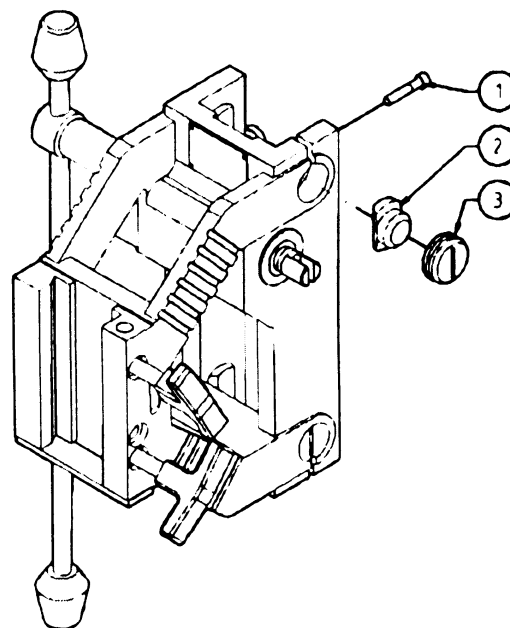

Рис. 5-1 Направляющие колодки
5.2.1 Регулировка направляющих колодок (рисунок 5-1)
5.2.2 Замена направляющих колодок (рисунок 5-1)